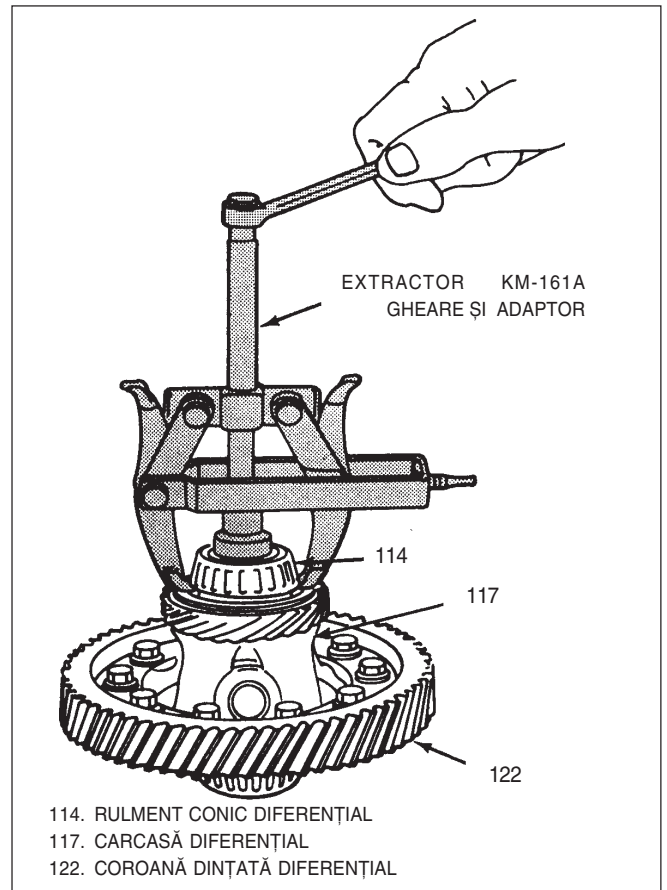

Fig. 60 Demontare rulment conic diferențial
Demontare sau deconectare(Fig 60,70÷76)
- 1) Rulment conic diferențial(114) folosind adaptoarele J 22888 și J 35378, Fig 60 și 70.